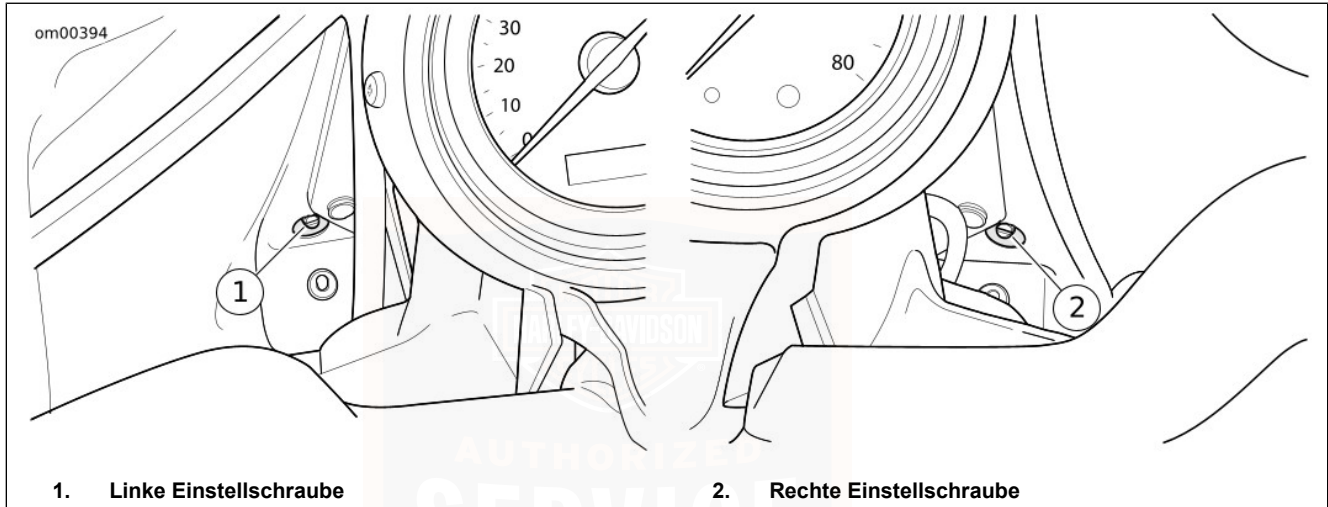

Abbildung 67. Scheinwerfereinstellschrauben: Doppelglühlampen-Scheinwerfer-Modelle
1. Siehe Abbildung 67. Die Sechskantstellschrauben (metrisch), welche sich in der Nähe der Innenverkleidungs-Unterkante befinden, drehen. Siehe Tabelle 38 für Einsteller-Rotation.